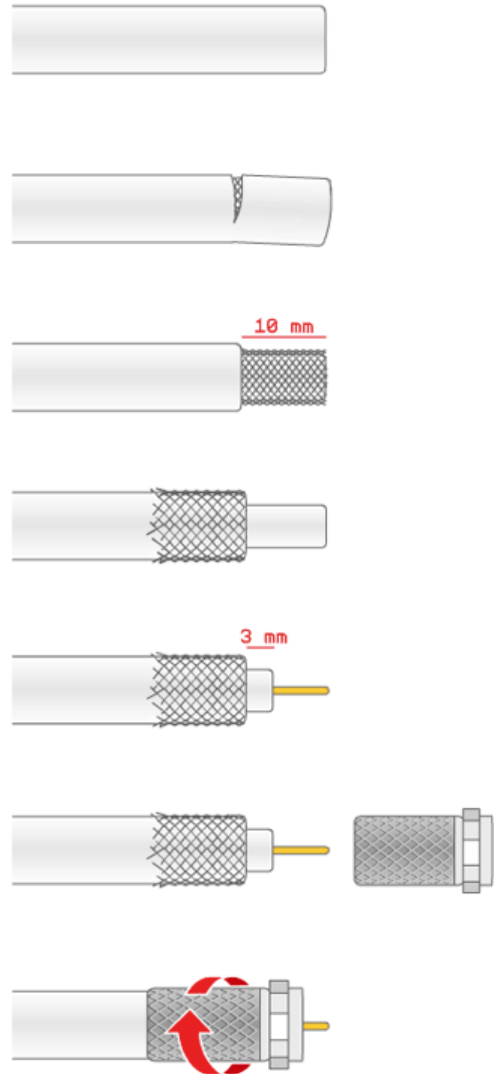

Fig. 11
10. Das 10 m lange Koaxialkabel mit dem aus der Antenne kommenden Kabel verbinden. Sollte es notwendig werden, das Kabel zu verkürzen, bitte nehmen Sie Bezug auf die Anweisungen in der Fig. 11.